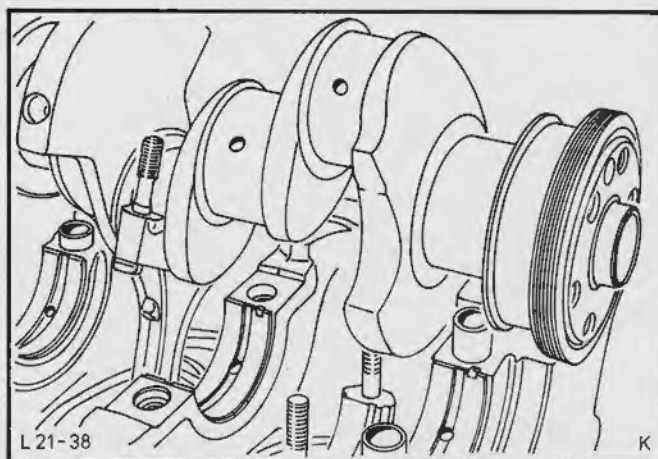

Fig.43. Afmonter krumtapakslen
28. Løft krumtapakslen ud af motorblokken og fjern den bageste pakdåse, Fig.43.